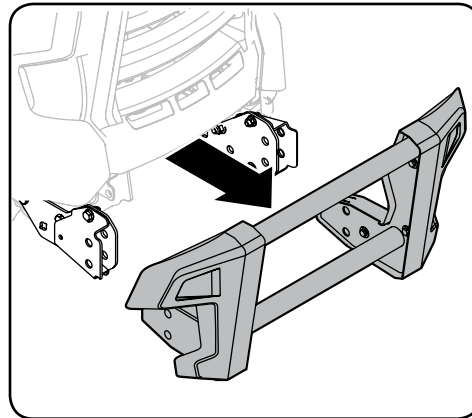

Figura 4-20
2. Ahora se puede extraer el conjunto de la protección del cepillo. Consulte la Figura 4-20.